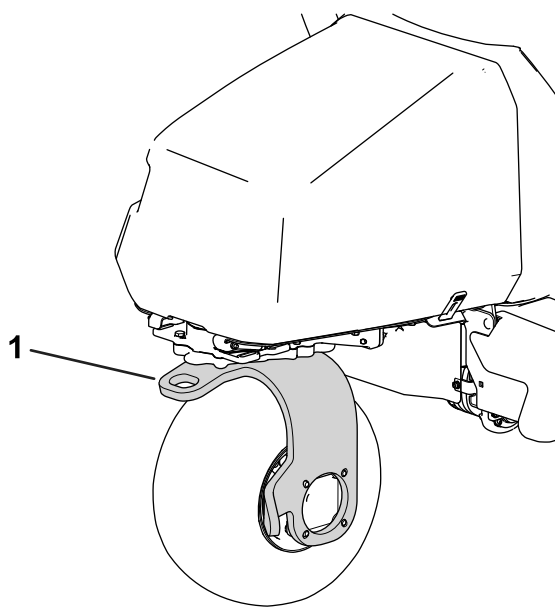

Figura 31
11. Utilice la horquilla de la rueda giratoria trasera para remolcar la máquina (Figura 31).